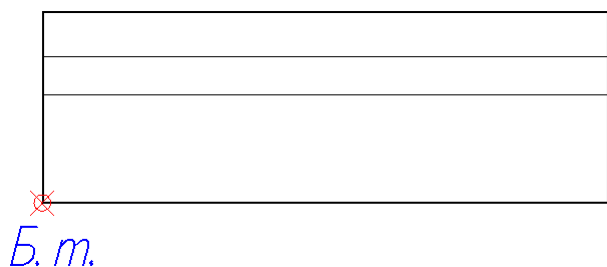

Рис. 44. Оконный проем с двойным остеклением
1. Выполнить изображения оконного проема габаритами 1512x510 мм (рис. 44). Выбрать элементы этого изображения для создания блока **ОК**.
- с помощью кнопки **Указать** выбрать базовую точку (Б.т.) блока щелчком мыши (см. рис. 44);